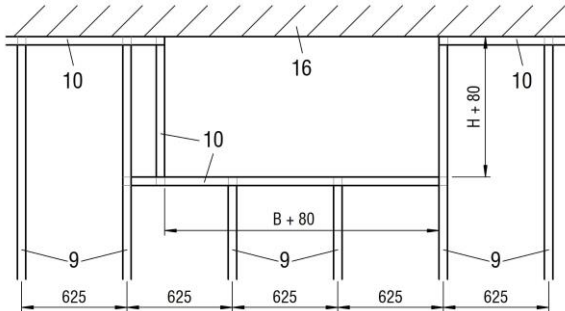

Figura 47: supporto in metallo con modifiche necessarie (montaggio a secco direttamente sotto soffitti massicci con "inserto in lana minerale")
- Innalzare la struttura in metallo e la parete secondo le indicazioni del costruttore della parete e le modifiche riportate nella Figura 47. Prevedere uno spazio per il montaggio della BKA-EN (Pos. 1).
- Sul lato superiore della BKA-EN viene posta la lana minerale (pos. 11.2). Ritagliare la lana minerale nel campo della separazione termica (Pos. 48). Porre la BKA-EN nell'apposito spazio nella parete (attenzione al lato ispezione - misura di montaggio 210 mm) e posizionare il soffitto.
- Montaggio della doppiatura (pos. 49.2, lato ispezioni) costituito da pannelli in GKF 2 x 12,5 mm, larghezza = 60 mm su entrambi i lati H e il lato inferiore B.
- Inserire la lana minerale (pos. 11.4; tre lati: in basso, a destra/sinistra con densità di circa 60 kg/m³) tra la serranda tagliafuoco e l'intradosso riempiendo bene le cavità.
- Montaggio della doppiatura (pos. 49.3, lato non per le ispezioni) costituita da pannelli GKF 2 x 12,5 mm, larghezza = 80 mm su entrambi i lati H e i lati inferiori B.